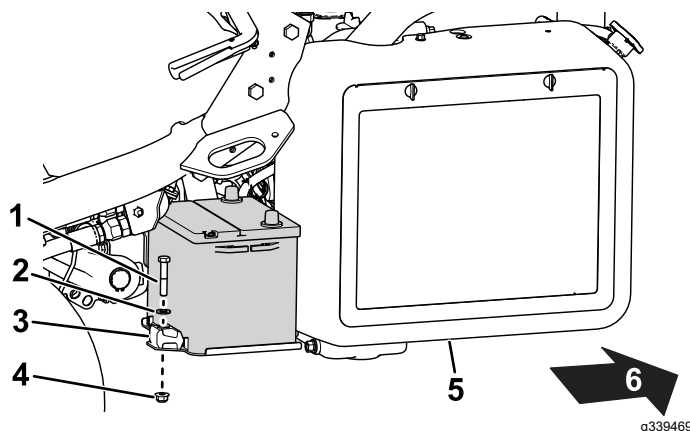

Figure 48
2. Retirez les fixations qui maintiennent la batterie sur son support (Figure 48) et sortez la batterie.
5. Placez la batterie sur son support et fixez-la en place avec les tiges et les fixations retirées précédemment (Figure 48).